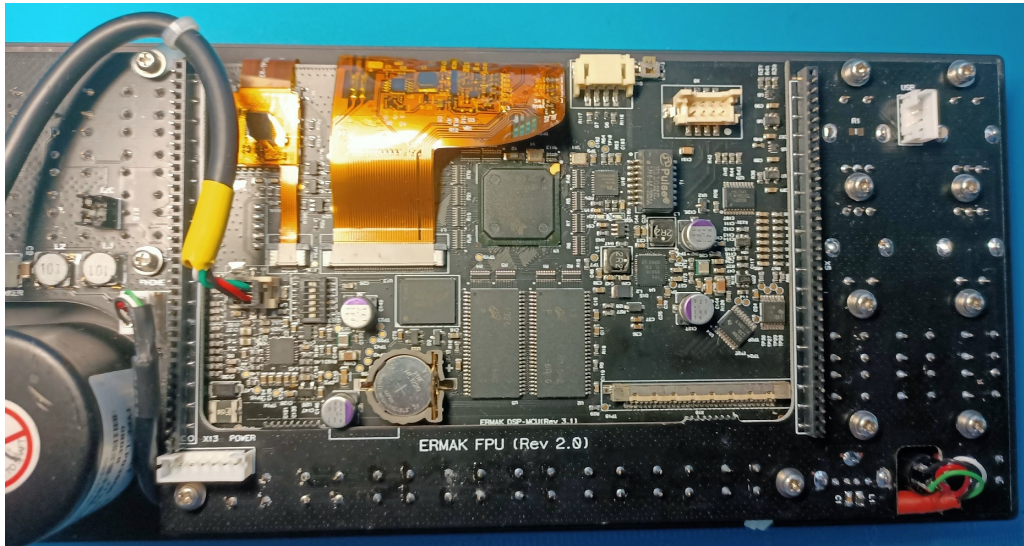

Рис.9. Схема расположения кабелей энкодера и гарнитуры
2. Подключить разъем кабеля (гарнитура) к разъему X8 (PHONE) платы FPU. Этот кабель необходимо уложить между платой FPU и лицевой панелью под нижним рядом кнопок F1-F8 (SW21-SW26 и SW14) таким образом, чтобы он не мешал их нажатию (Рис.9).